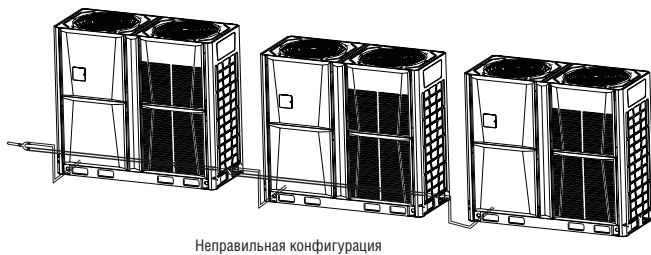

Рис. 4.9
- 2) Трубы для наружных блоков не должны быть выше стыка трубы каждого блока, как показано на рис. 4.9.